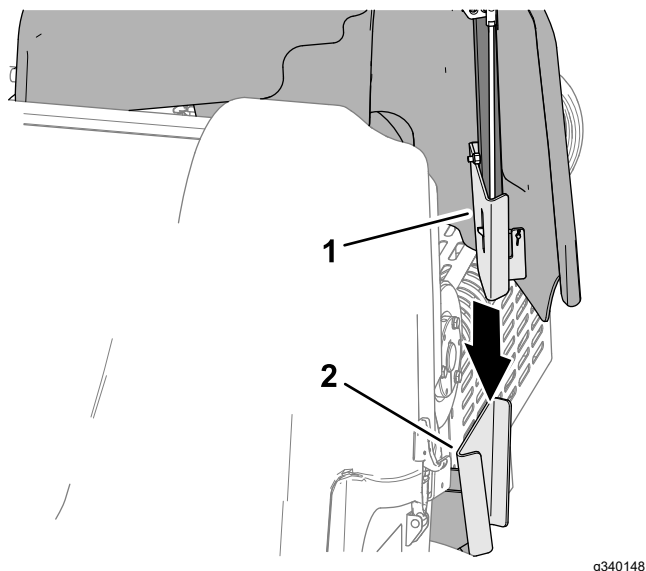

Figura 133
1. Alinee el soporte de montaje de la cubierta de las correas con el soporte de la cubierta del bastidor de la máquina (Figura 133).